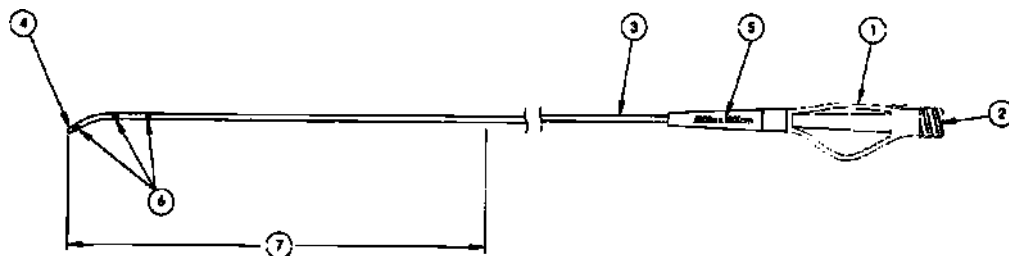

Figura 1. Cateter curbat de susținere TrailBlazer™
Conform prezentării din Figura 1, lumenul începe (2) la capătul proximal al distribuitorului (1) și continuă prin interiorul cateterului (3) până la vârful distal curbat (4). Lumenul este utilizat pentru a trece cateterul peste firul de ghidare. Diametrul compatibil cu firul de ghidare și lungimea utilă sunt marcate pe sistemul de defenționare (5). Axul distal al cateterului este prevăzut cu trei marcaje radioopace (6) care ajută la poziționarea cateterului. Prima porțiune de 40 cm de la capătul distal al cateterului (7) este prevăzută cu un înveliș hidrofob.